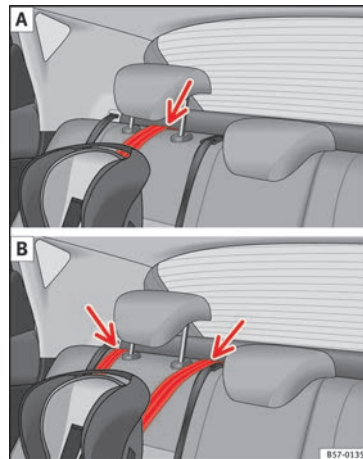

Fig. 37 Correa de sujeción: ajuste y montaje en función del cinturón Top Tether.
- Coloque la correa por debajo del apoyacabezas del asiento posterior »» **fig. 37** (en función de las instrucciones de la propia silla, levante o retire el apoyacabezas si fuera necesario).